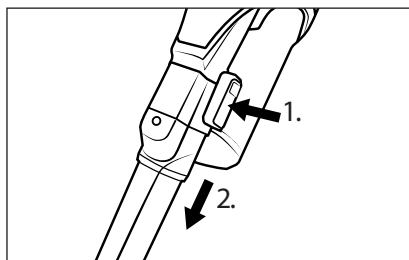

Fig. 15
- ♦ For at fjerne tilbehøret skal du trykke på oplåsningsknappen på tilbehøret og tage tilbehøret af sugerør **23** eller af produktets sugeåbning (se fig. 15).